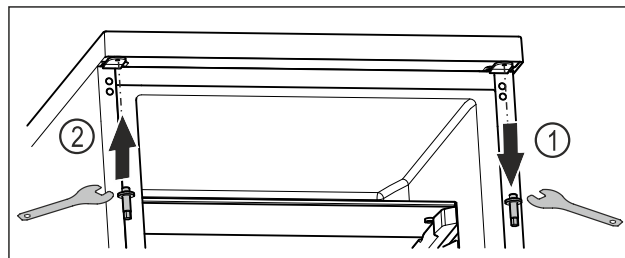

Fig. 15
- ▶ Desenroscar el perno superior con la llave Allen. Fig. 15 (1)
- ▶ Apretar el perno en el lado opuesto con la llave Allen. Fig. 15 (2)